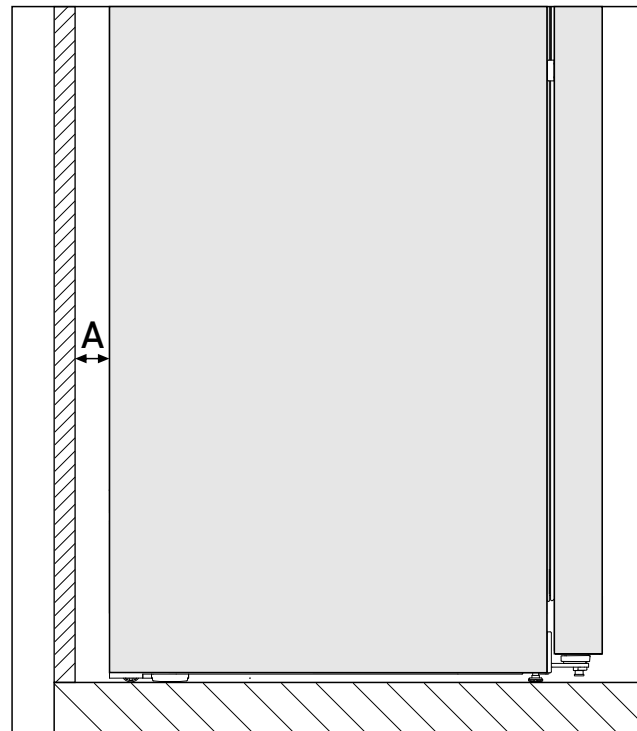

Fig. 3*
Il consumo energetico è stato rilevato con una distanza dalla parete Fig. 3 (A) tra il retro dell'apparecchio e la parete. Se la distanza dalla parete è inferiore a Fig. 3 (A), questo non influenza in alcun modo la funzionalità dell'apparecchio, ma il consumo energetico aumenta con una distanza dalla parete inferiore.